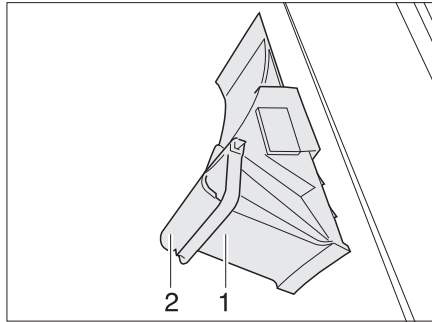

Bild 15 Stoppklossar
- Tryck ner bygeln (Bild 15,2).
- Ta ut stoppklossen (Bild 15,1) ur hållaren.